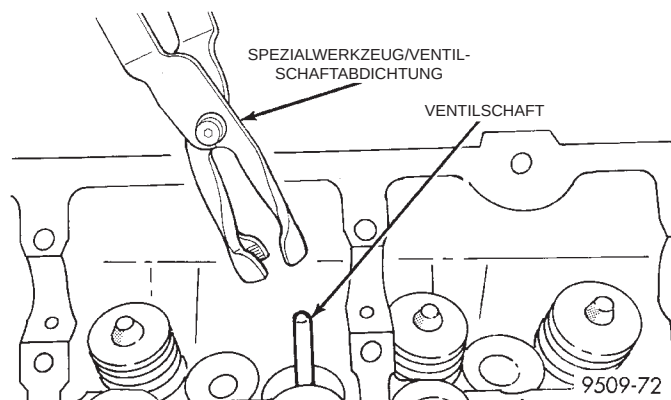

Abb. 47 Spezialwerkzeug für Ventilschaftabdichtungen
(1) Ventilschäfte mit sauberem Motoröl bestreichen und in den Zylinderkopf einführen.
(2) Mit Spezialwerkzeug an allen Ventilen neue Ventilschaftdichtungen montieren (Abb. 47). Ventilschaftabdichtungen fest und gerade über die Ventilschaftführung drücken.